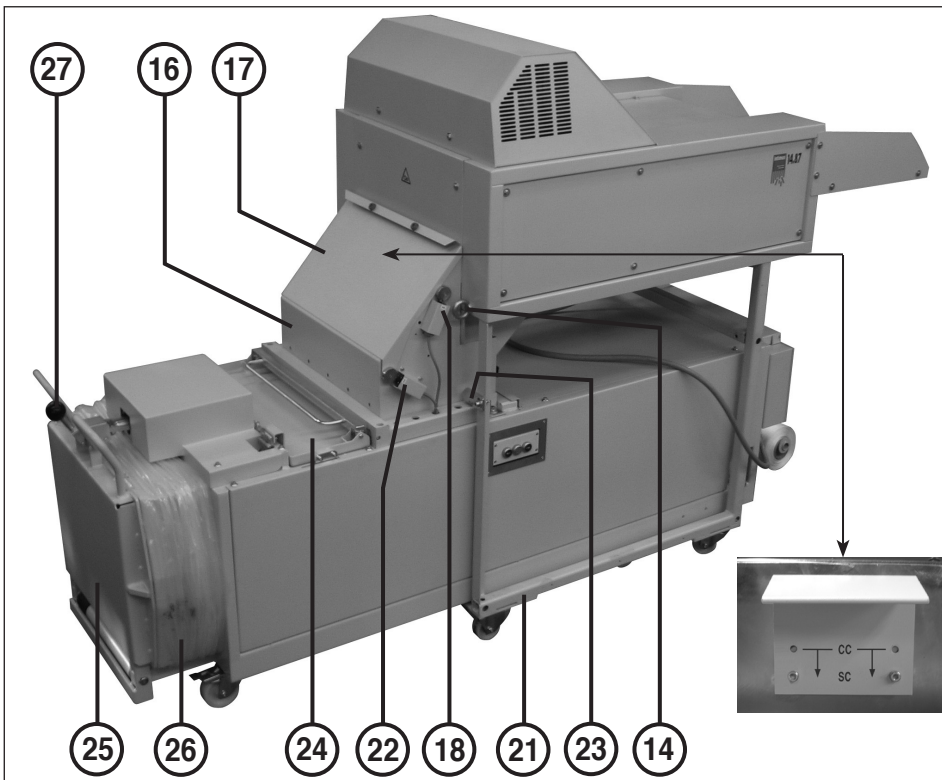

fig. 7
### ASSEMBLAGE DES DEUX ELEMENTS COMBINÉS (fig. 7, 8 et 9):
1. Pousser le compacteur sous le destructeur de documents. Visser le destructeur de documents et le compacteur à l'aide des deux équerres de fixation (23) jointes au destructeur de documents (fig. 7).
5. Tourner le levier de fermeture (27) (fig. 7) de 180° et tourner la poignée à boule comprise dans la livraison.